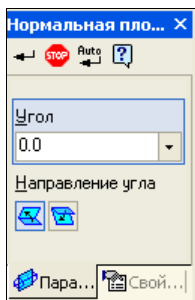

Рис. 18.3. Панель свойств:
- ♦ щелкните ЛК мыши по элементу **Плоскость ZX** в Дереве модели. На модели появился фантом нормальной плоскости. Вы знаете, что к любой цилиндрической или конической поверхности можно провести множество плоскостей, проходящих через их ось. Задание положения плоскости осуществляется на Панели свойств: **Нормальная плоскость** (рис. 18.3), где имеются две вкладки: **Параметры** и **Свойства**. На вкладке **Параметры**: